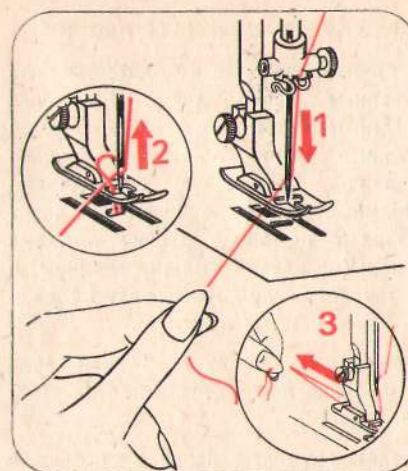

рис. 15
13. Поднятие нижней нити (рис. 15)
1. Держать конец верхней нити в левой руке. Поворачивать правой рукой маховое колесо на себя один оборот. При этом игла делает один укол. (рис. 15)
2. Осторожно притягивая конец верхней нити, одновременно вытягивают вверх нижнюю нить. (рис. 15)
3. Положить концы верхней и нижней ниток назад под лапку. (рис. 15)